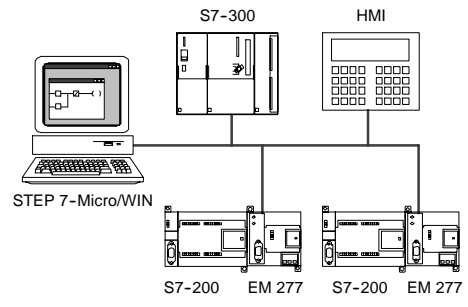

Bild 7-16 Baudraten über 187,5 kBaod
Bei Baudraten über 187,5 kBaod muss die S7-200 CPU über ein EM 277 ans Netz angeschlossen sein (siehe Bild 7-16). STEP 7-Micro/WIN muss über eine Kommunikationsprozessorkarte (CP) angeschlossen sein.